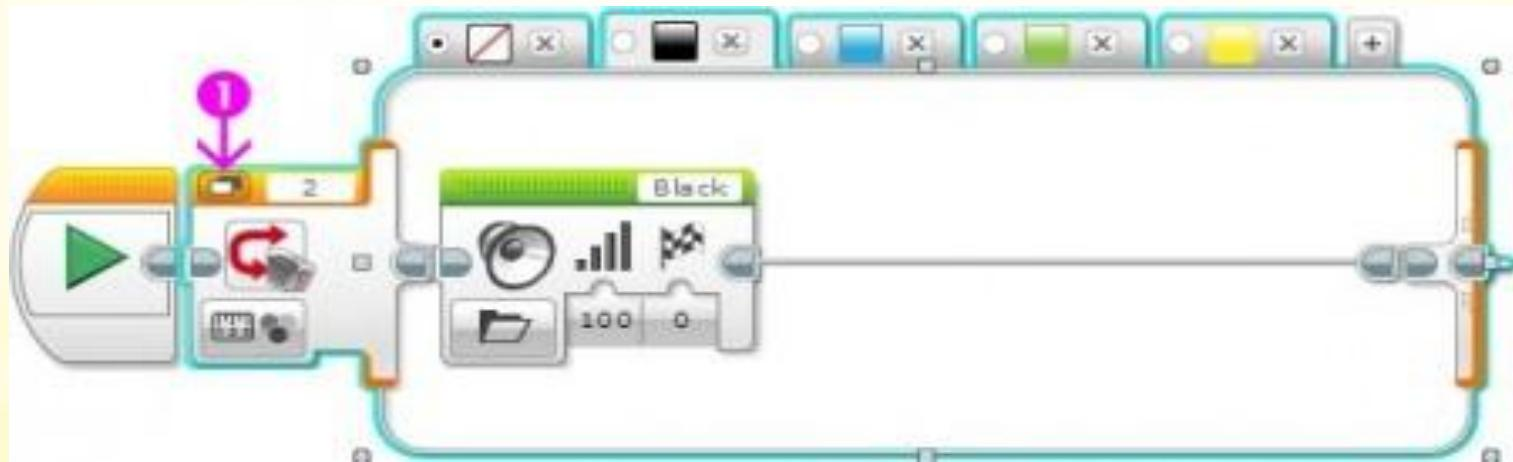

Рис. 4
* Наш программный блок "Переключатель" значительно увеличился в размерах. Специальная кнопка (Рис. 4 поз. 1) позволяет переключить режим отображения блока на экране на "Вид с вкладками". Изменим размеры блока для комфортного визуального отображения.